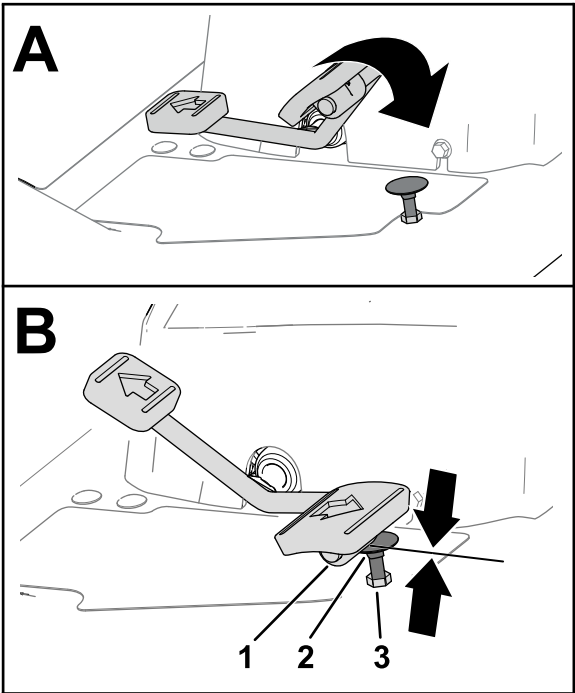
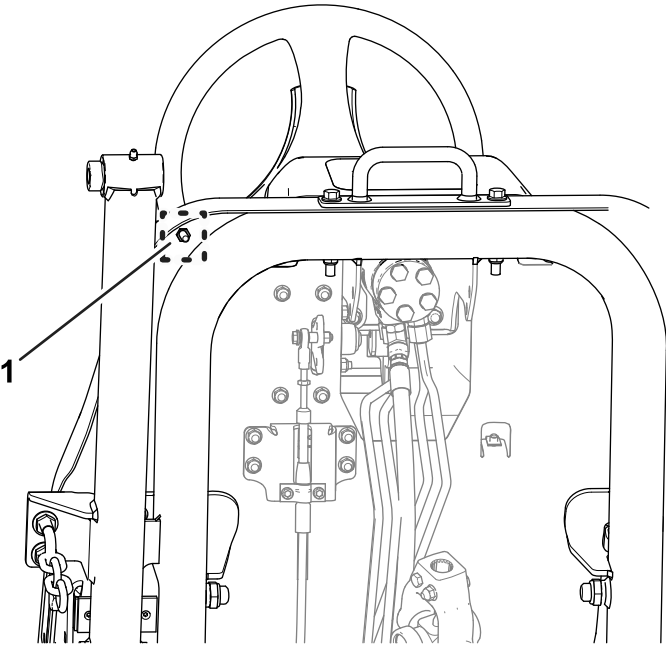

图 81
图 82
- 1. 将驱动踏板向前推到底图 81。
- A. 使用扳手固定驱动踏板止动器图 81。
- B. 拧松踏板底部的锁紧螺母图 82。
- C. 将驱动踏板向前推到底图 81。
- D. 在固定驱动踏板止动器的同时调整脚踏板图 81 上方的锁紧螺母直到驱动踏板接触到止动器。
- F. 在固定驱动踏板止动器的同时上紧脚踏板图 81 和图 82 底部锁紧螺母的扭矩至 3745N·m。